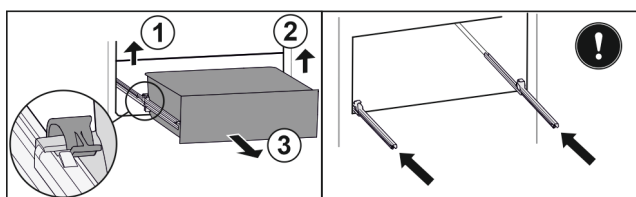

Fig. 103
- ▶ Podnieść lewy zacisk i wysunąć jednocześnie szufladę po lewej do przodu. Fig. 103 (1)
- ▶ Podnieść prawy zacisk i wysunąć jednocześnie szufladę po prawej do przodu. Fig. 103 (2)
- ▶ Wyjąć szufladę do przodu. Fig. 103 (3)